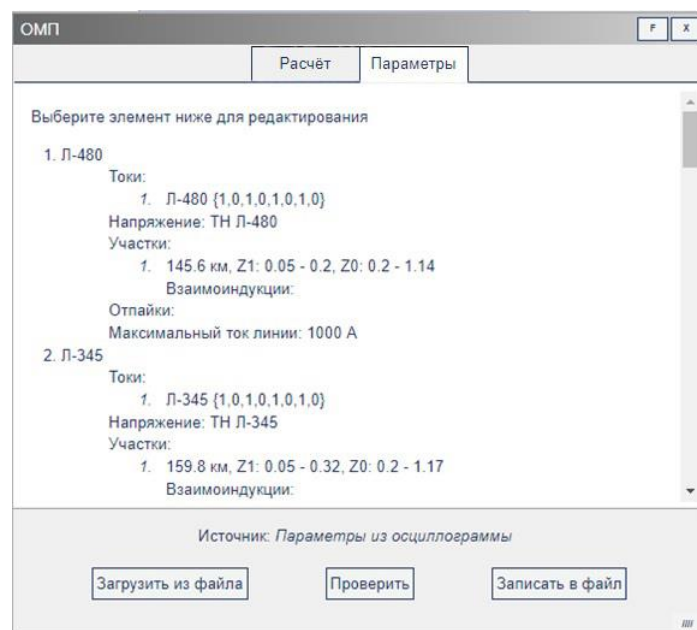

Рисунок 37 – Окно ОМП с параметрами, загруженными из осциллограммы
3.5.18.12 Если файл осциллограммы содержит параметры ОМП, то при вызове этой функции параметры автоматически загрузятся в необходимые поля (рис. 37).